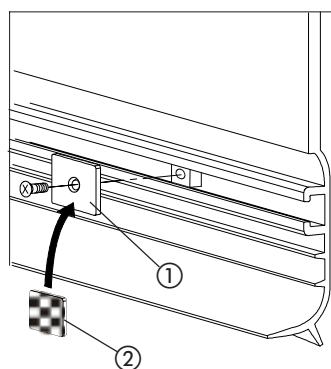

Abb. 79
Die Metallplatten für die Befestigung (Abb. 79 Bez. ①) auf der Abdeckung an den Bügeln positionieren und hierzu die drei zuvor vorbereiteten Plättchen verwenden (Abb. 76 Bez. B und C) und die im Lieferumfang enthaltenen Schrauben. Nur bei der Verwendung der Zubehörteile zur Befestigung der Standard-Abdeckung das Kleffband auf den Metallplatten anbringen (Abb. 79 Bez. ②).